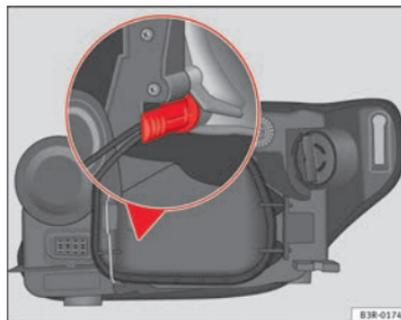

Fig. 198 Luzes de presença. Pega do porta-lâmpadas na posição vertical
- Introduza a lâmpada no casquilho, de forma que a pega do porta-lâmpadas fique com a face na posição vertical ⇒ Fig. 198 e pressione sobre ele.